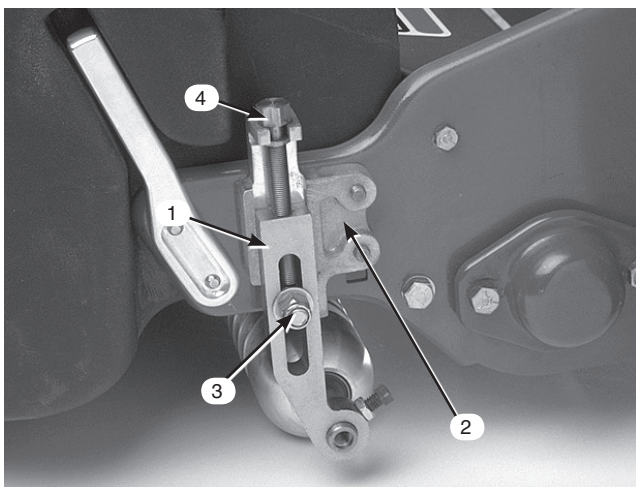

図13
2. 刈り高アームを刈り高ブラケットに固定しているロックナットをゆるめる (図13)。